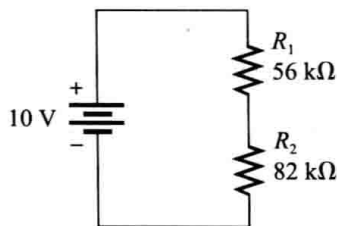

图 4-93 测试题 5 答案
5. 见图 4-93， $V_{R_1} = (56\text{k}\Omega / 138\text{k}\Omega) \times 10\text{V} = 4.06\text{V}$ ，